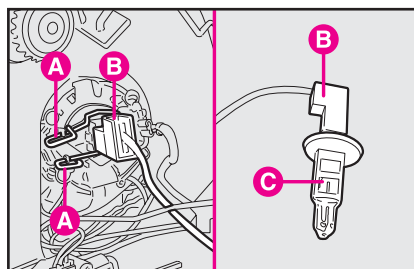

рис. 19
- 2) Нажав фиксатор **А**, отсоедините разъем **В** и извлеките лампу **С** (рис. 19).